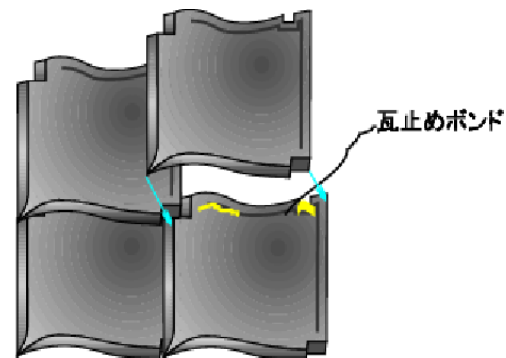

図2. 新設の瓦屋根の場合
- ③瓦の縦辺に本製品を図2の様に施工し、瓦を重ねます。この際、水の通り道を塞がないようご注意ください。
- ④はみ出した部分はへら等で取っていただくと、よりキレイな仕上がりになります。